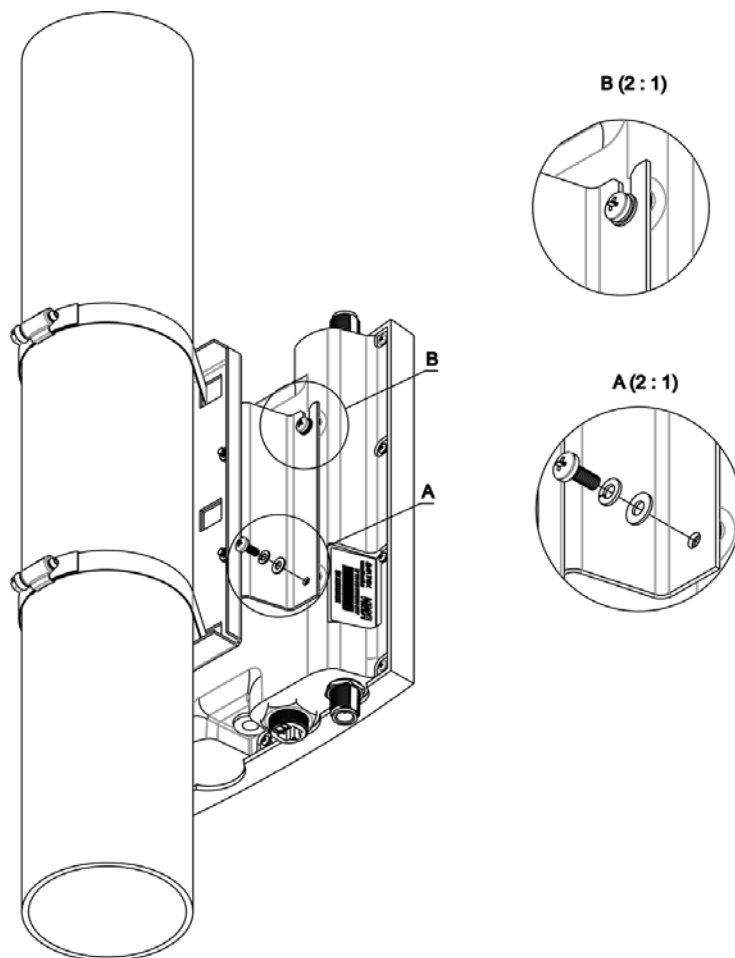

Рисунок 10 – Крепление устройства на трубостойке
- a. Установите устройство на незакрученные верхние винты кронштейна, который прикреплен к трубостойке, рисунок 10.
- b. В нижние отверстия крепления установите винты, рисунок 10.